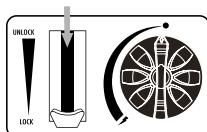

fig. 3
- Druk de hendel van de patroon (6) naar beneden (fig.3) en sluit het deksel van de patroon.
- Als u een "sissend" geluid hoort, is de cartridge niet goed geplaatst. Probeer het apparaat niet te ontsteken, maar zet hendel (6) in de positie "Ontgrendelen" en herhaal stap (1-4).